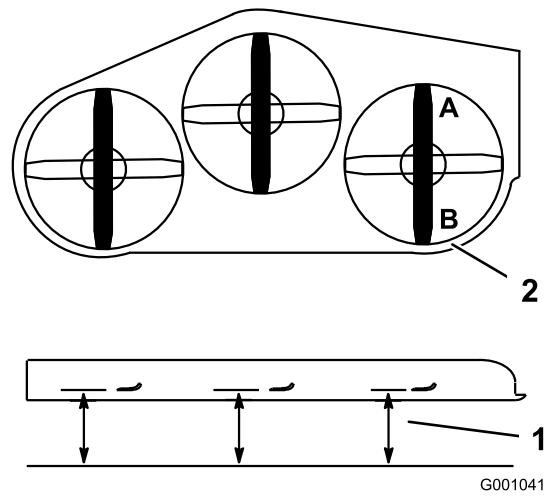

図 85
2. ブレードのうちの1枚を前後方向に向ける。A 位置と B位置で、平らな床面からブレードの刃先までの高さを測る 図 85。